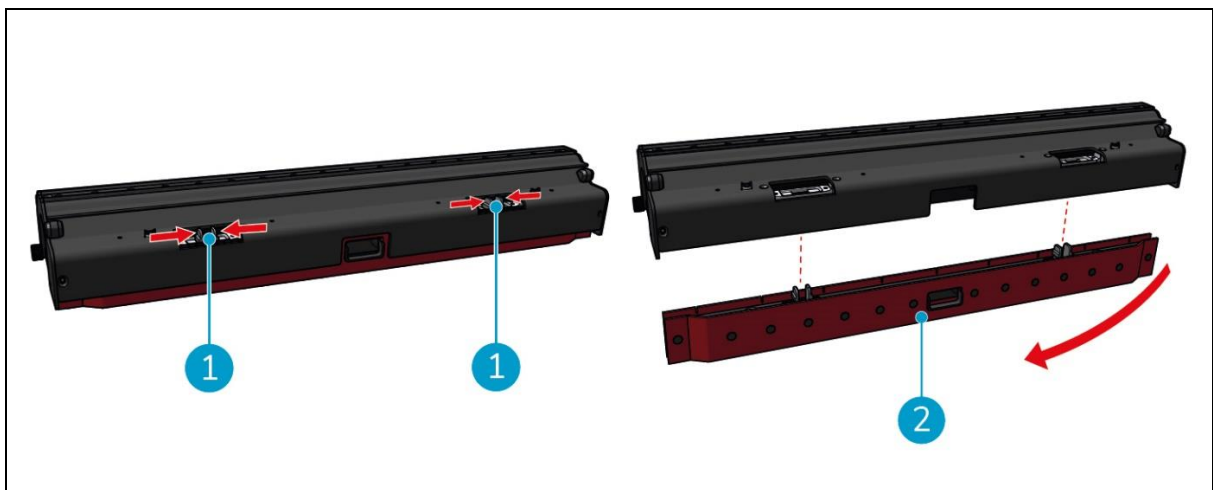

Abbildung 35
2. Drücken Sie die Kunststoffstifte nach innen, wie in Abbildung 35, Pos. 1. Der Saugleitenhalter lässt sich abnehmen.